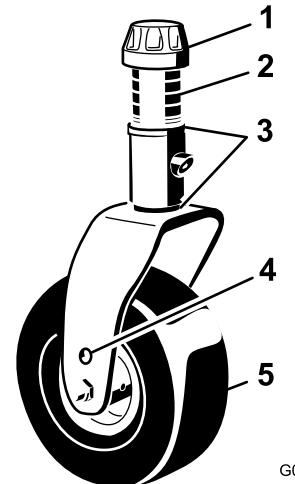

Bild 95
- Entfernen Sie die Spannkappe von der Laufradspindelwelle und ziehen die Laufradspindelwelle aus dem Laufradarm heraus (Bild 95).